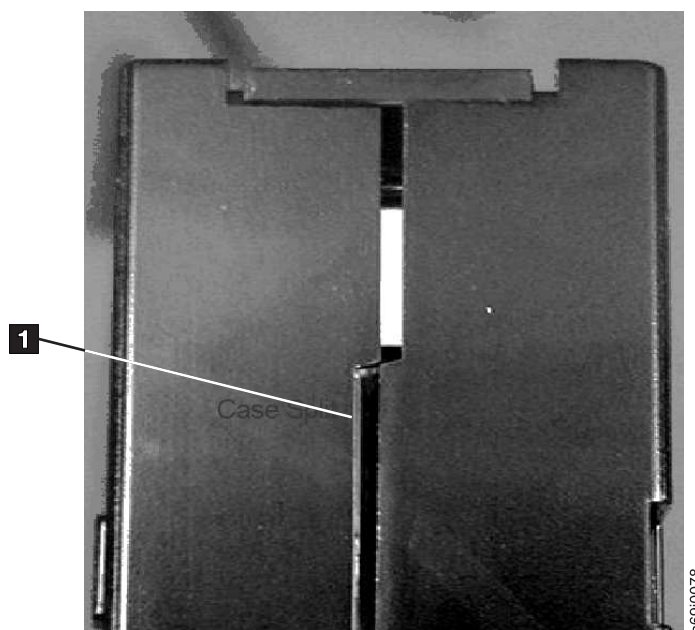

Figure 129. Recherche de jours dans les jointures d'une cartouche
- Examinez l'arrière de la cartouche (la partie que vous chargez en premier dans le compartiment de chargement de la bande) et vérifiez qu'il n'existe pas d'espace sur le bord du boîtier de la cartouche. S'il existe des jours au niveau de la jointure (voir figure 129), il est possible que l'amorce soit sortie de son logement.